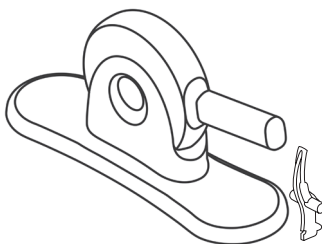

Figure 5: Crimper and 2-piece Crimp Stopper
■ Rysunek 5: Zaciskacz i dwuczęściowy ogranicznik zaciskania